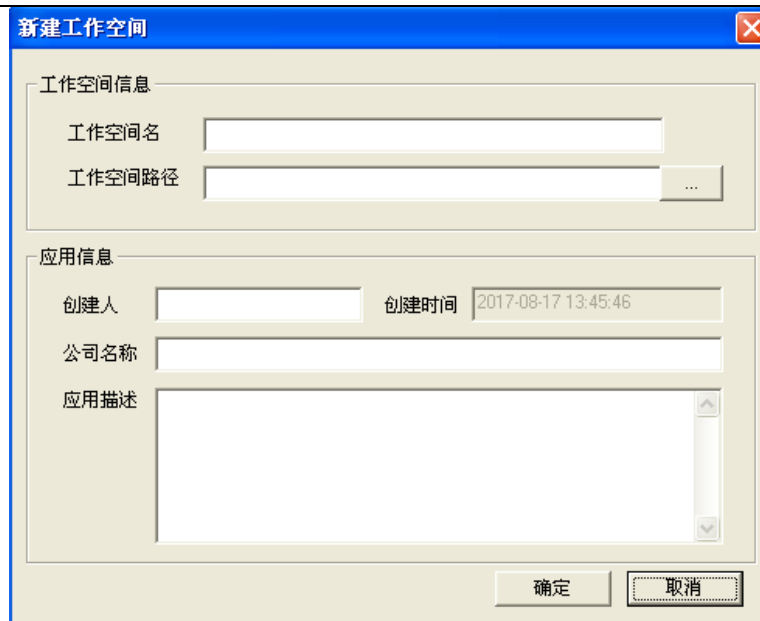

图 13-5 新建工作空间
- 新建工作空间：通过点击该项，用户可以新建工作空间，此时弹出“新建工作空间”对话框，通过该对话框，为新建的工作空间设置空间名称、指定路径，并输入创建人、创建时间、描述信息，如图 13-5 所示。